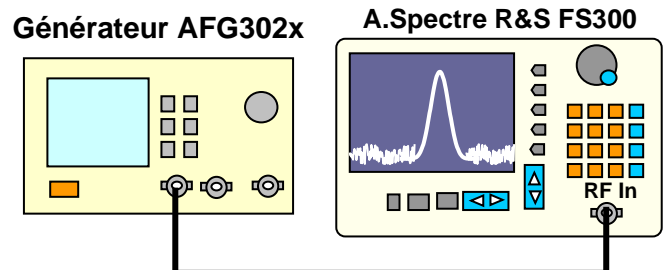

Figure 3 : Générateur & Analyseur
- ❑ Connecter le signal issu du générateur sur l'entrée de l'analyseur de spectre (Figure3). Effectuer les réglages en fréquence afin d'obtenir la composante fréquentielle au milieu de l'écran.